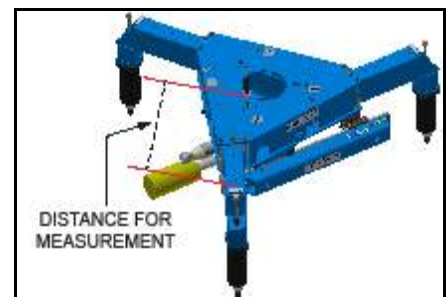

Abbildung 3-20. Abstand für Messung der Außenspannung
2. Haken Sie das Messband in die innere 9" (228 mm) Öffnung auf der Oberseite der Außenspannung (siehe Abbildung 3-20).